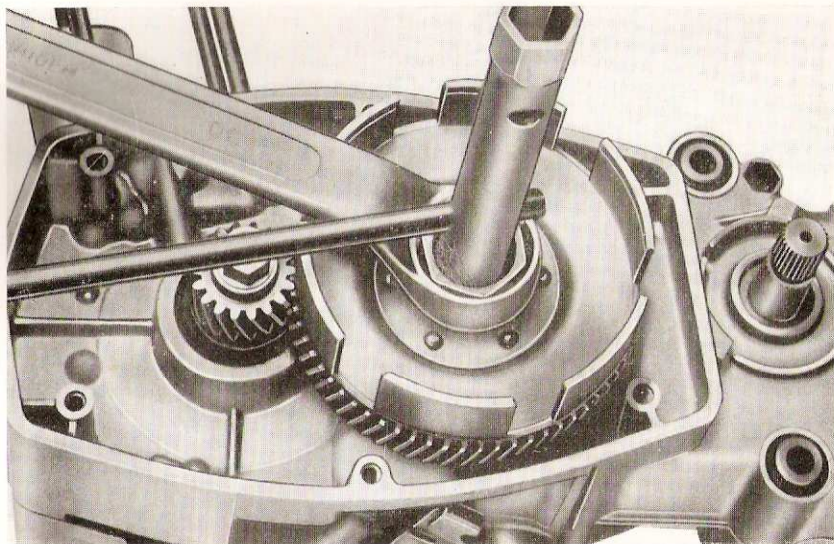

Fig. 5 - Démontage du corps d'embrayage
10. Fig. 5 - Avec une clé de 30 mm. retenir le moyeu d'embrayage, dévisser avec une clé tube de 17 mm. l'écrou de blocage du moyeu d'embrayage et degager les rondelles, écrou et corps hexagonal.